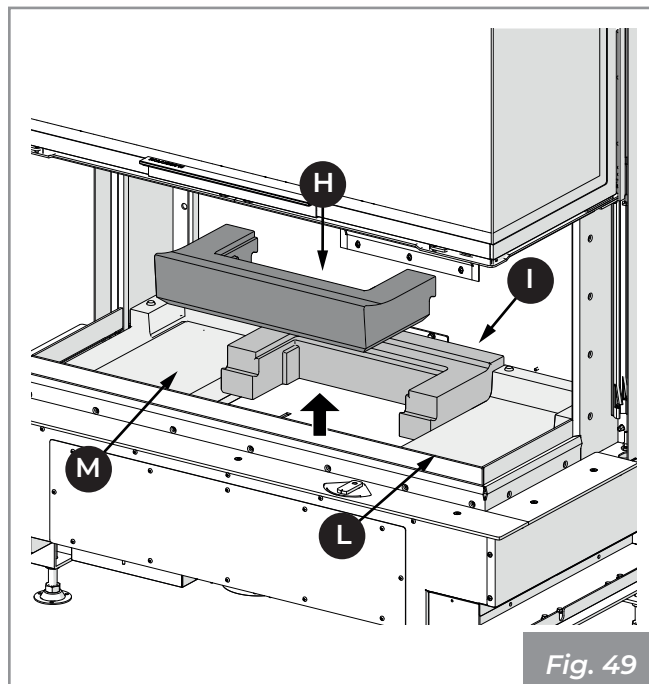

Fig. 49
- 5) Sollevare ed estrarre nell'ordine le basi in refrattario (H, I, L, M) dal basamento ed aspirare l'eventuale cenere depositata nei vani sottostanti (Fig. 49).